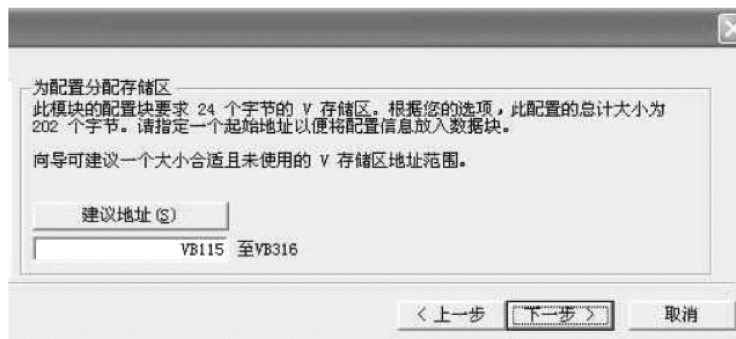

图 7-48 配置向导占用的 V 区域
11) 在图 7-48 中，以太网向导为以太网模块建立一个配置块，并将该配置存储在 PLC 的 V 内存区。该向导会自动为配置的位置指定一个起始地址，如果需要可以单击“建议地址”按钮，为配置开始地址。配置块的大小根据向导中所做的具体选择不同而异（本例选择自动配置）。